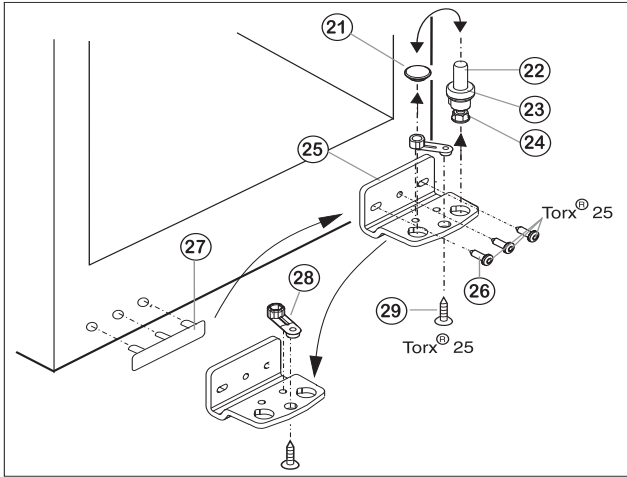

Fig.3
- Togliere completamente il perno di supporto Fig. 3 (22) con lo spessore Fig. 3 (23) e il piedino di regolazione Fig. 3 (24), estrarre tirando verso l'alto.
- Togliere il tappo Fig. 3 (21).
- Svitare il blocco di supporto Fig. 3 (25) Fig. 3 (26).
- Svitare l'elemento di supporto Fig. 3 (28) e spostarlo Fig. 3 (29) nel foro di alloggiamento opposto, serrarlo nuovamente.
- Staccare la copertura lato maniglia Fig. 3 (27) facendo attenzione e spostarla sul lato opposto.
- Fissare nuovamente il blocco di supporto Fig. 3 (25) sul nuovo lato cerniere, eventualmente servendosi di un avvitatore a batteria (a 4 Nm) a 4 Nm.
- Inserire nuovamente il tappo Fig. 3 (21) nell'altro foro.
- Inserire nuovamente il perno di supporto Fig. 3 (22), con lo spessore e il piedino di regolazione. Prestare attenzione in modo l'arresto sia rivolto verso il dietro.